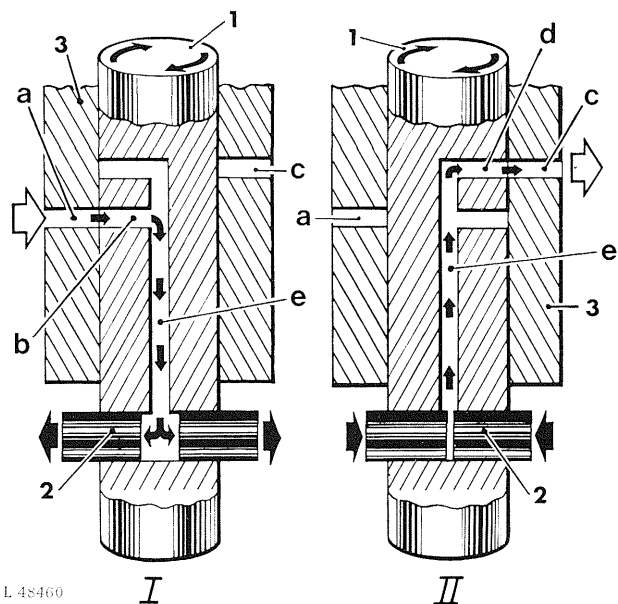

Fig. 3 — Schéma de la distribution du combustible par le rotor pendant qu'il tourne
l'autre, actionnés par un anneau à cames. La distribution entre les cylindres s'effectue par le rotor et la tête hydraulique (voir fig. 3). Cette construction fait que la quantité de combustible injectée est égale à tout moment pour chaque cylindre.
En face des deux pistons de la pompe se trouve, sur le rotor, une pompe de transfert, qui envoie le combustible venant du filtre à une certaine pression (dépendant du régime), par la soupape de dosage, dans l'orifice d'arrivée a (fig. 3) de la tête hydraulique.
*Processus de remplissage* (voir I, fig. 3): pendant que le rotor 1 tourne, le canal de dosage a de la tête hydraulique 3 se trouve en face du canal d'admission b du rotor, de sorte que le combustible venant de la pompe de transfert parvient dans la chambre de piston par le canal a et le canal axial e et, suivant la quantité de combustible (soupape de dosage), écarte les deux pistons 2.
*Pompage et alimentation* (voir II, fig. 3): tandis que le rotor 1 continue à tourner, le canal de dosage a de la tête hydraulique 3 se ferme, jusqu'à ce que le canal de distribution du rotor se trouve en face d'un des quatre canaux d'échappement c de la tête de pompe. Pendant ce temps, les deux pistons de pompe 2 ont glissé sur les cames de l'anneau à cames, de sorte qu'ils se déplacent l'un vers l'autre. Il s'ensuit que la quantité de combustible enfermée et dosée est refoulée sous haute pression par le canal axial e, le canal de distribution d du rotor et le canal d'échappement c de la tête hydraulique, par la soupape de pression et la conduite d'injection raccordée, vers l'injecteur et le cylindre correspondant.